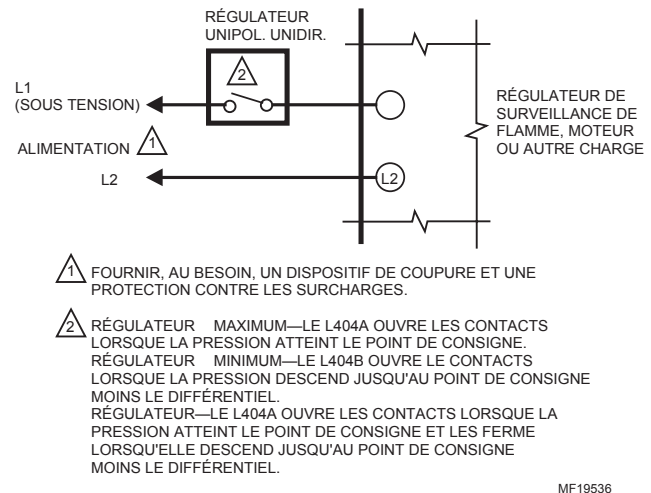

Fig. 4. Le L404 utilisé comme limiteur ou régulateur.
5. Voir les schémas de raccordement types aux figures 4 et 5. Suivre le schéma de raccordement du fabricant du brûleur ou de la chaudière, s'il y a lieu.